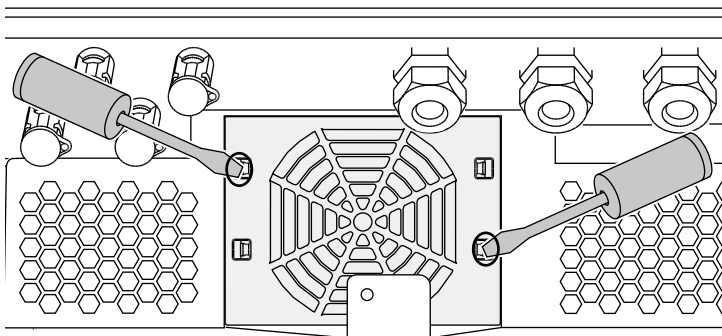

Abb. 61: Befestigungslaschen lösen
3. Mit einem zweiten Schraubendreher die Befestigungslaschen zur Lüftermitte drücken. Lüftereinheit leicht hervorziehen.  **Abb. 61**